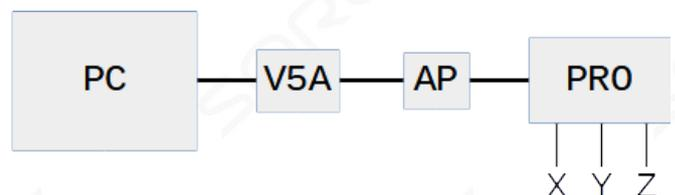

Bild 7: Signalkette aus PC, Eding V5A, Adapterplatine und PRO-Steuerung
- Zwischen Eding V5A und der MIDI-Steuerung muss die in Bild 6 gezeigte Adapterplatine eingefügt werden. Bild 7 zeigt die komplette Signalkette.